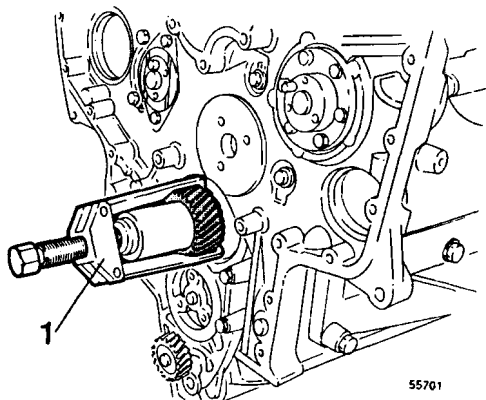

Fig. 143
- 22 Trasladar el piñón del cigüeñal, véase fig. 143 y 144. Controlar que no están dañados la chaveta ni el chavetero.